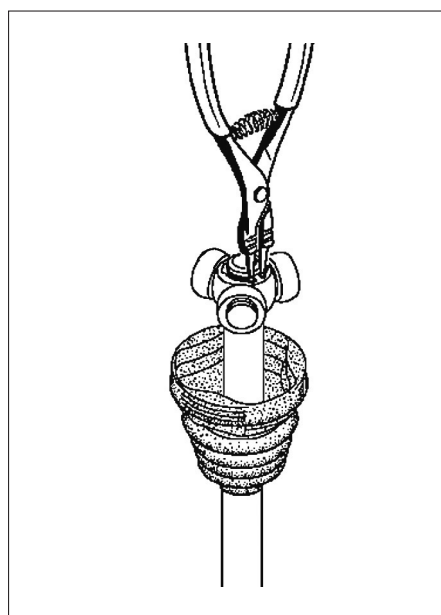

FIG. 9
- À l'aide d'une pince appropriée, déposer le circlip du tripode (Fig.9).